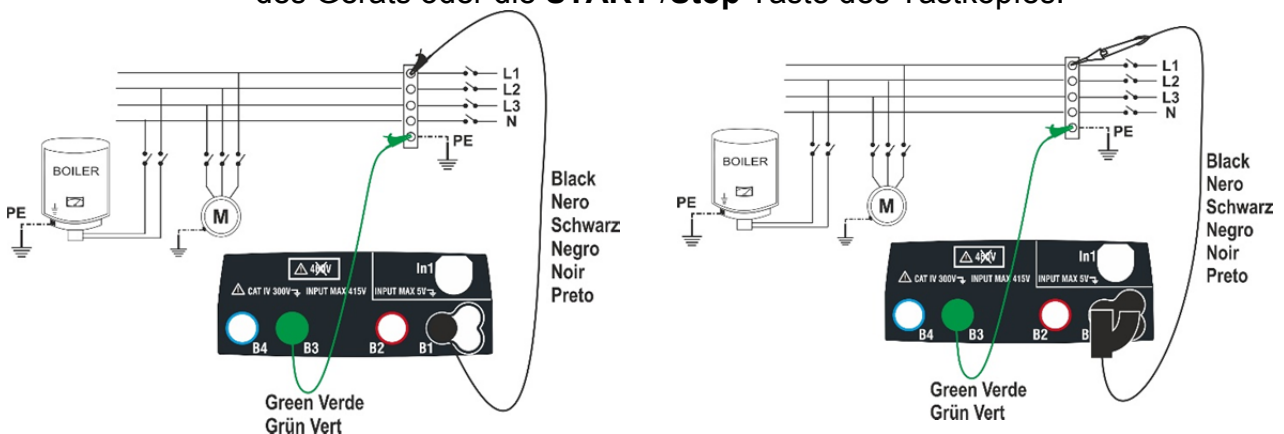
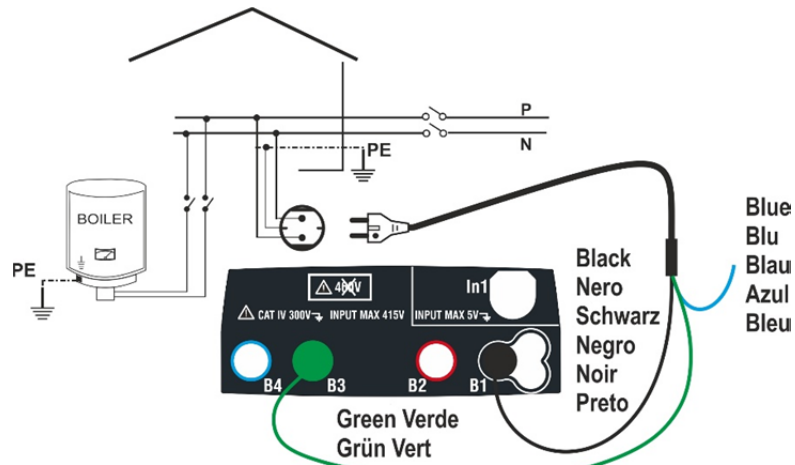

Abb. 8: Geräteanschluss L-PE mit Einzelkabeln und Tastkopf
Abb. 9: Geräteanschluss L-PE mittels Schuko-3 Leiter Kabel
6. Verbinden Sie die Krokodilklemmen und/oder die Messkabel und/oder den Tastkopf mit den Enden der zu testenden Leiter wie in Abb. 8 und Abb. 9. gezeigt